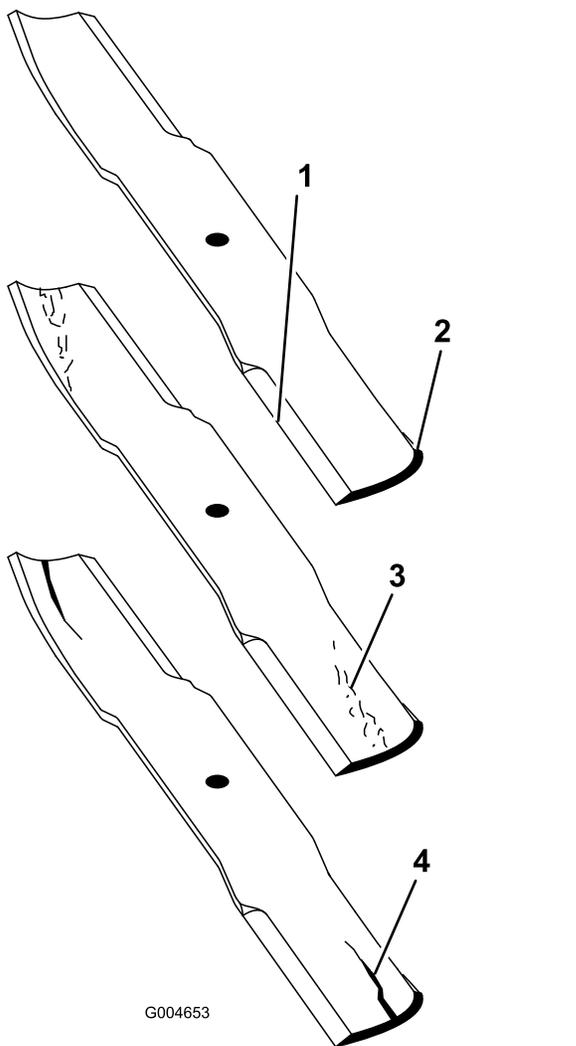

Bild 91
- Prüfen Sie die Schnittkanten des Messers sorgfältig, insbesondere dort, wo die geraden Flächen die gebogenen berühren (Bild 91).
Hinweis: Da Sand und anderes reibendes Material das Metall abschleifen kann, das die flachen mit den gebogenen Teilen verbindet, müssen Sie das Messer vor jedem Einsatz des Rasenmähers prüfen. Wenn Sie Abnutzungen feststellen (Bild 91), sollten Sie das Messer auswechseln.